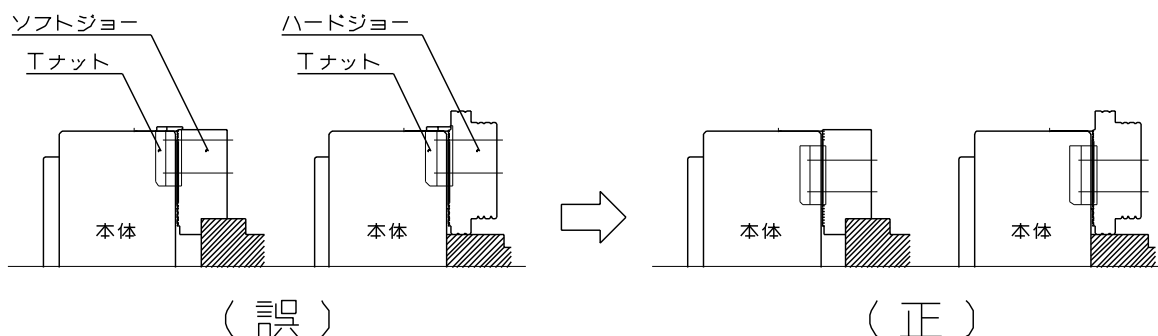

図 11
- Tナットはマスタジョーより飛び出さない状態で使用すること。(図 11 参照)